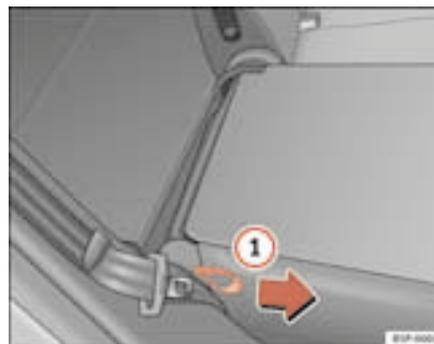

Fig. 98 Rebater ou levantar o encosto do banco traseiro
- Puxar a pega lateral do banco ⇒ fig. 98 **1** no sentido da seta e levantar o encosto até que encaixe.